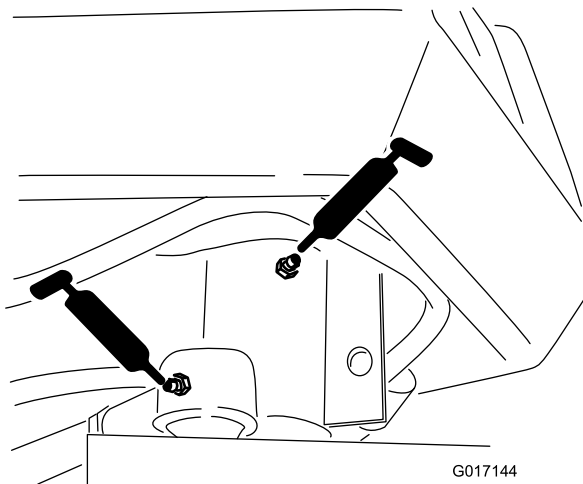

Figura 30
- Eje de la horquilla de dirección (1) (Figura 30)
- Rótula del cilindro de dirección (Figura 30)